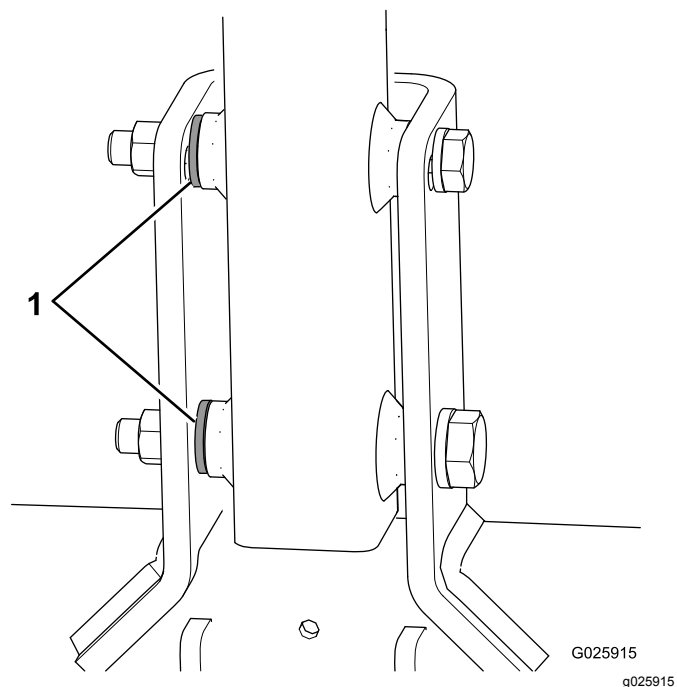

图6
- 如果您的机器每个螺栓都随附第 3 个垫圈请把这些垫圈用作挂钩与挂钩枢轴支架之间的隔片 图6。